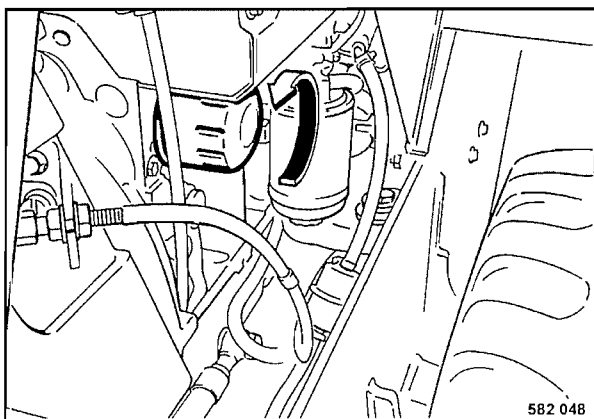

Fig. 73
- Desenroscar el cartucho filtrante (Fig. 73) con una llave de cinta apropiada.